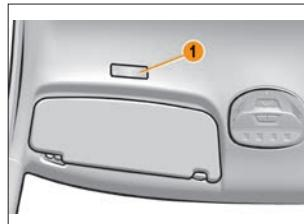

Рис. 2. Микрофон MMC
2.3. Ниже приведено описание особенностей управления автомобиля с автоматизированной (AMT) коробкой передач и левым расположением органов управления (см. рис. 2), которые необходимо учитывать при эксплуатации автомобиля согласно требованиям основного РЭ автомобиля:
Перед солнцезащитным козырьком водителя расположен микрофон 1 MMC (рис. 2).